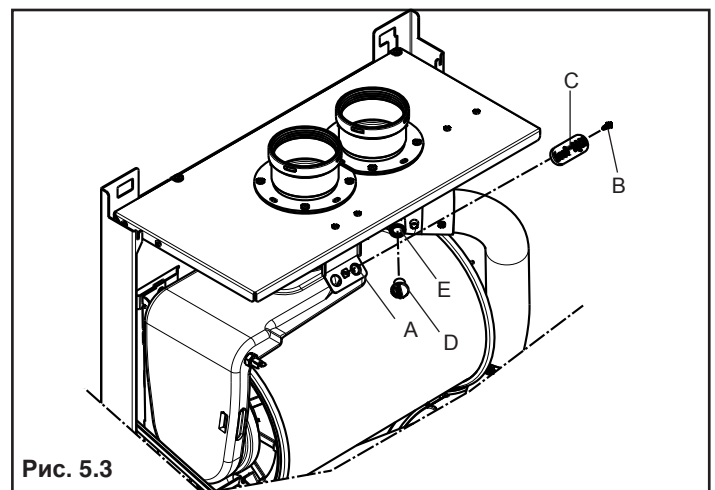

Рис. 5.3
- Снимите винт В, заглушку С и заглушку D, затем установите датчики газоанализатора в специальные гильзы дымовых газов (А) и воздуха (Е) на котле (рис. 5.3)
- открутите винт С, снимите крышечку Е (рис. 5.3) и вставьте зонды газоанализатора в гильзы, предусмотренные для этой цели в воздушном коробе